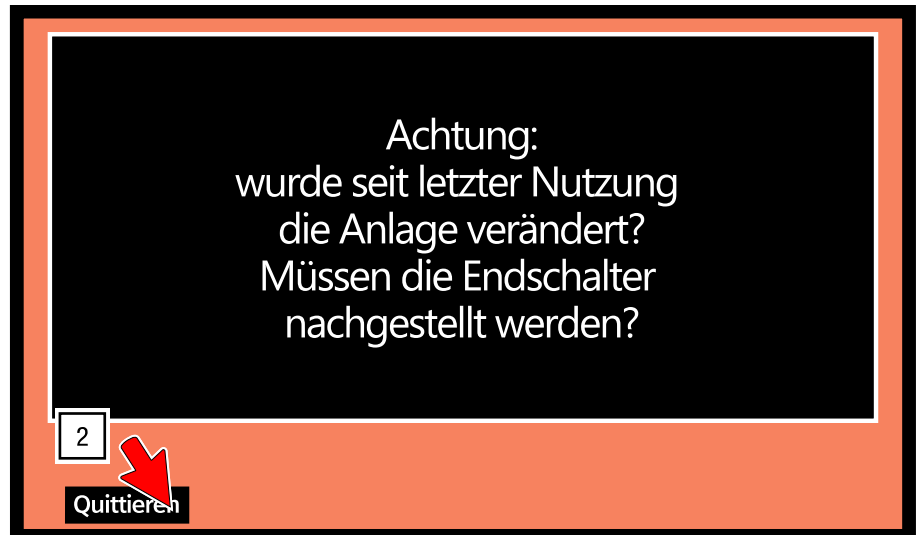

Abb. 49: Rollbildwand bedienen – Abfrage nach Änderungen
- ⇒ Es erscheint eine Abfrage zu Setup-Änderungen (siehe Abb. 49)
➔ Sollten Änderungen an der Rollbildwand vorgenommen worden sein, prüfen und justieren Sie gegebenenfalls die Einstellungen der Endschalter (siehe Abb. 49).